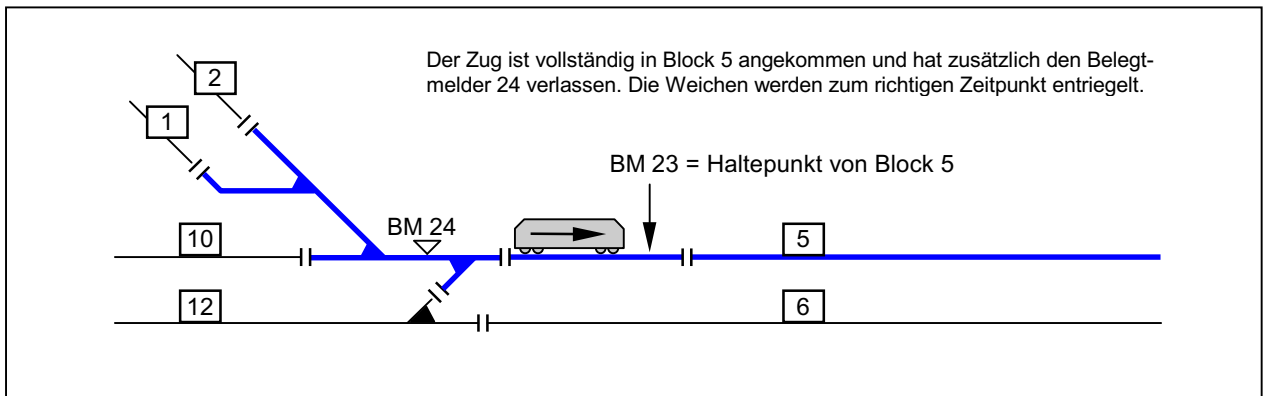

Bild 13.2 Beste Lösung mit eigenem Weichen-Meldebereich
1. Der Weichenbereich, bestehend aus W12, W17 und W31 erhält einen eigenen Belegtmelder (vgl. Bild 13.2).
Die **Lösung nach Punkt 1** (vgl. Bild 13.2) ist optimal und erfordert die Anschaffung eines zusätzlichen, zu Block 5 gehörenden Belegmelders (hier BM 24).